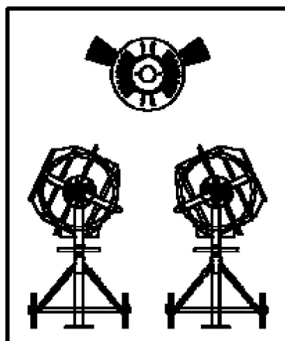

Abb.13
- Positionieren Sie die Achse der Trommel für das Beladen mit Beton, wie in Abb.13 dargestellt.